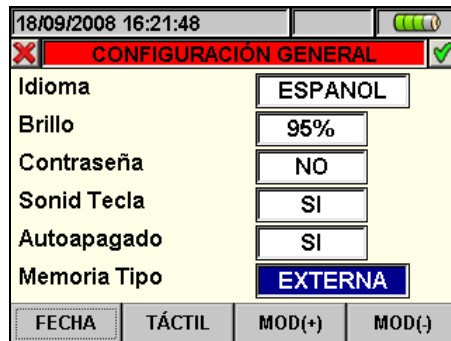

Fig. 16: Pantalla Programación Memoria tipo
1. Posicione el cursor con la tecla flecha arriba o abajo sobre el campo correspondiente a la función "Memoria Tipo" evidenciado sobre fondo azul, como muestra la Fig. 16: